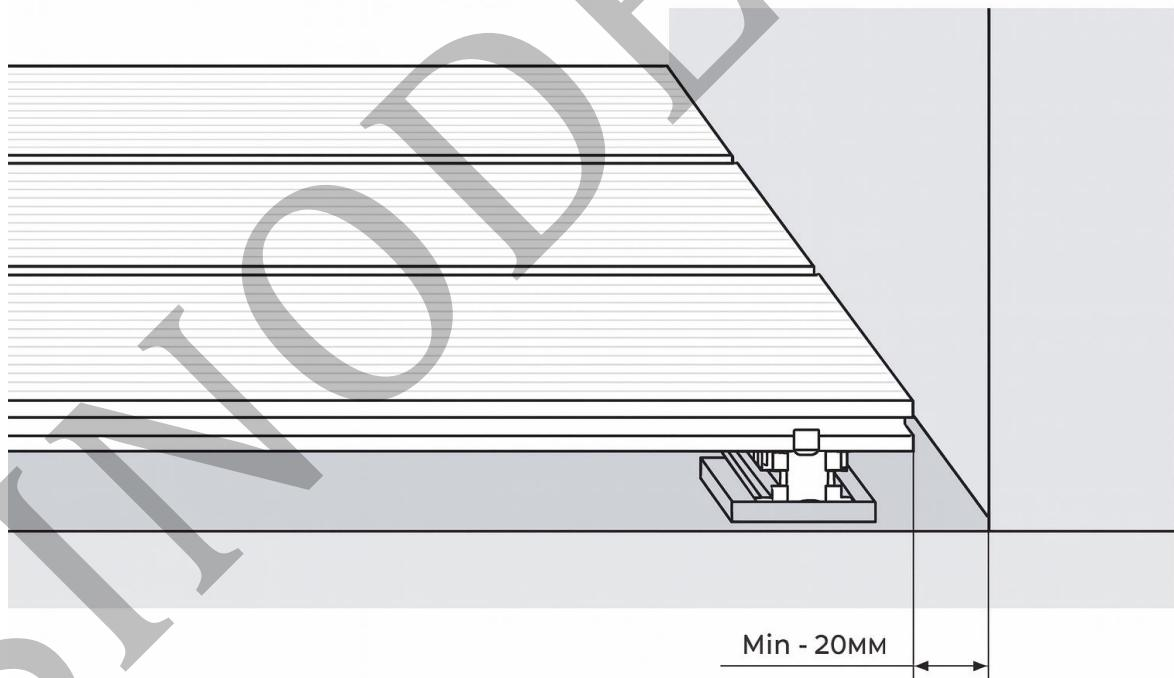

Рис.9
2. Вставляют в них первую доску, обеспечив зазор между террасным покрытием и неподвижным ограждением (например, стеной) min 20 мм (рис. 9).